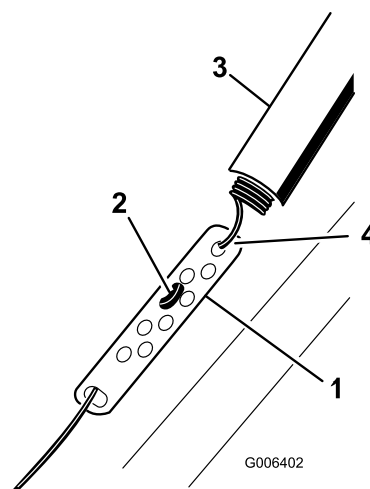

Figure 24
1. Remontez la protection du ressort et décrochez le ressort de la biellette de réglage (Figure 24).